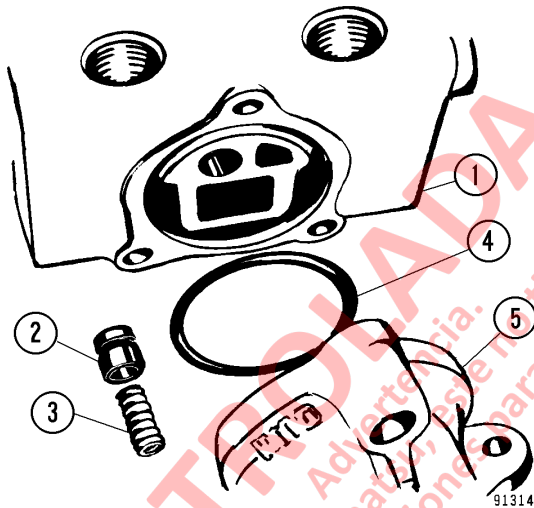

FIGURA 8-15. REENSAMBLAJE DE LA VÁLVULA PILOTO DE ELEVACIÓN
3. Instale el cabezal móvil de retención (2, Figura 8-15) y el resorte (3) en la carcasa del carrete (1).
4. Instale un O-ring nuevo (4) en la carcasa del carrete. Coloque las carcassas de entrada y de salida en el carrete.